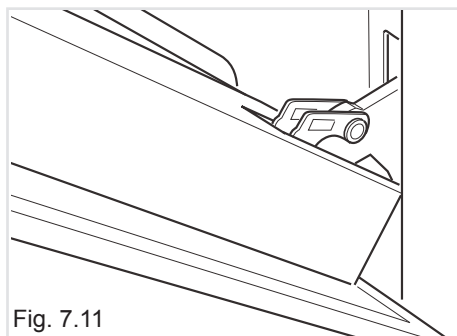

Fig. 7.11
1. Assurez-vous que la porte est verrouillée en position ouverte (voir la figure 7.11).